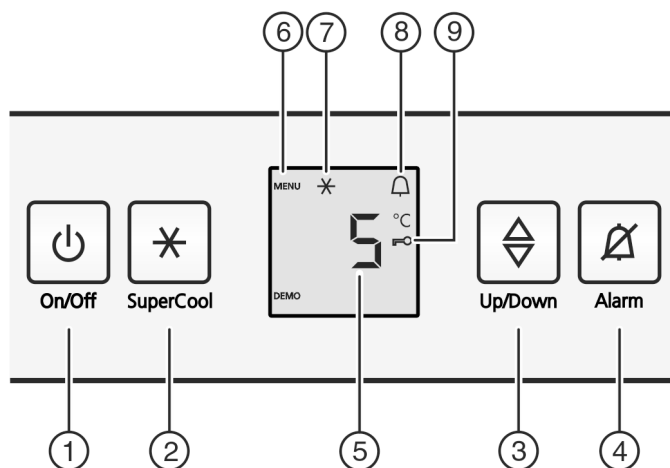

Fig. 2
- ▶ Stiskněte tlačítko On/Off Fig. 2 (1).
- ▶ Stiskněte tlačítko SuperCool Fig. 2 (2) asi na 5 sekund.
- ▷ Na displeji se zobrazí Symbol menu Fig. 2 (6).
- ▶ Potvrďte krátce tlačítkem SuperCool Fig. 2 (2).
- ▷ Na displeji svítí Symbol dětské pojistky Fig. 2 (9).
- ▶ Stiskněte krátce tlačítko On/Off Fig. 2 (1).
- ▶ Stiskněte tlačítko Alarm Fig. 2 (4).
- ▶ Vyvolání funkce teploty: Stiskněte seřizovací tlačítko Fig. 2 (3).
- ▶ Změna teploty v krocích po 1 °C: Seřizovací tlačítko Fig. 2 (3) stiskněte tolikrát, až na ukazateli teploty svítí požadovaná teplota.